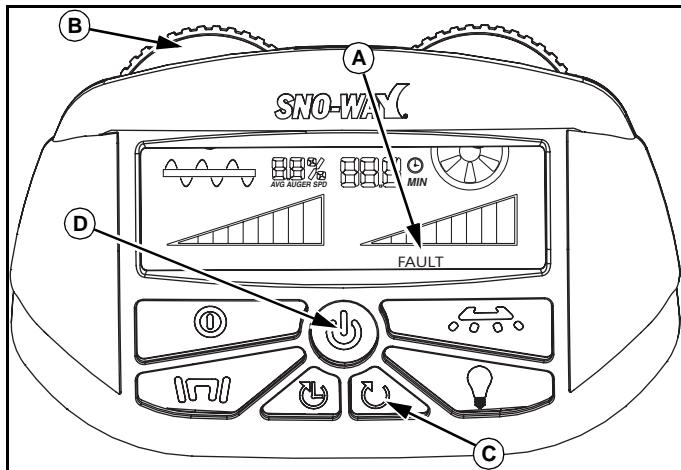

Abb. 1-18
Wenn die Schnecke eine Blockierung feststellt, dann wird das Wort FAULT (FEHLER) (A) auf dem Bildschirm angezeigt. Der linke Schneekendrehknopf  (B), die EIN-/Aus-Taste  (D) und die Fehlerrücksetztaste  (C) blinken dann rot. Das Diagramm verschwindet und die Schnecke beginnt rückwärts und vorwärts zu drehen. Außerdem hören der Vibrator, das Befeuchtungssystem und die Leuchte zu laufen auf, bis die Blockierung beseitigt ist. Wenn die Blockierung beseitigt ist, nimmt der Streuer wieder seinen vorherigen Betrieb auf. Wenn die Blockierung nach vier Zyklen nicht beseitigt ist, gibt das Gerät einen Piepton ab und funktioniert nicht mehr. Das Wort FAULT (FEHLER) (A) bleibt auf dem Bildschirm beleuchtet. Der Schneekendrehknopf und die Fehlerrücksetztaste blinken rot, die Ein-/Aus-Taste ist konstant rot. (Siehe Abb. 1-18.)